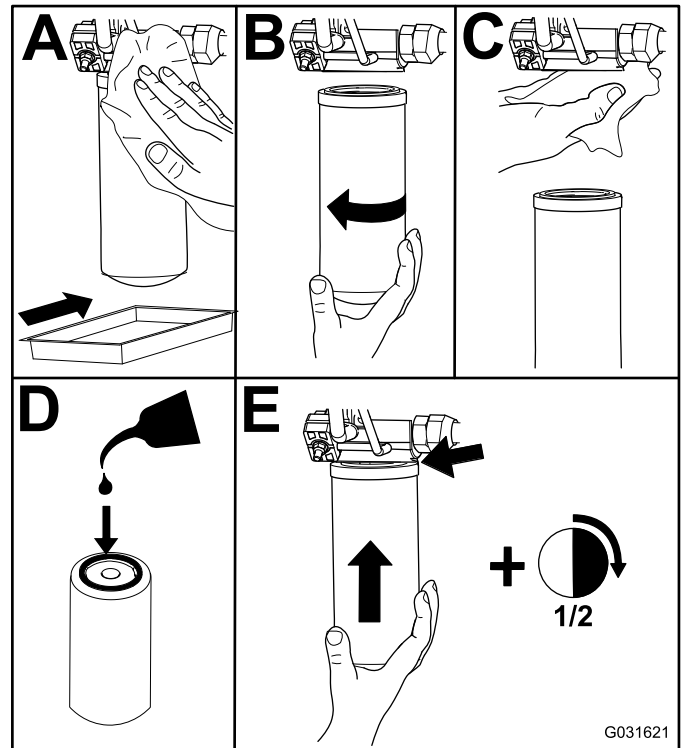

Figura 96
2. Substitua o filtro hidráulico de carga no compartimento de elevação hidráulica, como se mostra na Figura 96.
4. Substitua o filtro de retorno no lado direito da máquina (Figura 96).